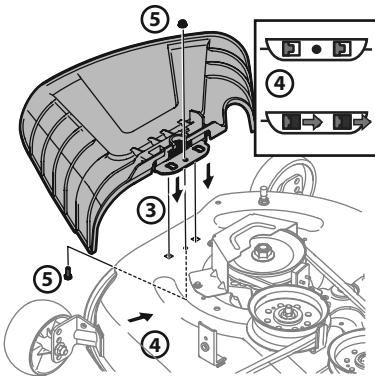

Figura 9
3. Ubique el deflector del canal en la plataforma, asegúrese de insertar las lengüetas de dicho deflector en los orificios de la plataforma. Consulte la Figura 9.
4. Deslice el deflector del canal hacia la parte posterior del tractor hasta que el orificio del perno que está en el deflector del canal quede alineado con el orificio de la plataforma. Consulte la Figura 9.
5. Sujete el deflector del canal en su lugar con la tuerca de seguridad con brida y el tornillo hexagonal que se extrajeron en el paso dos. Ajuste hasta 102-124 pulgadas-libras (11.5-14 N·m). Consulte la Figura 9. Pase a "Ajuste de ruedas de calibración delantera".